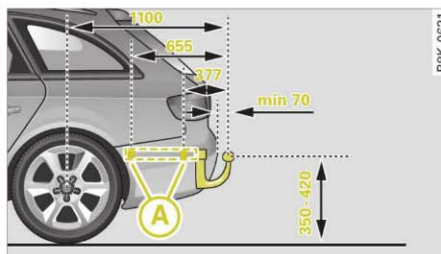
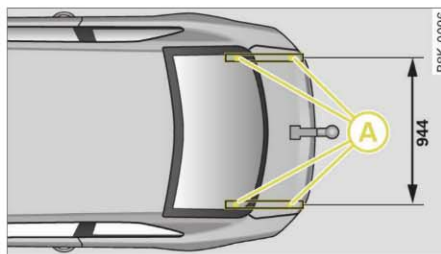

Fig. 212 Amplasarea punctelor de fixare, imagine din lateral
Fig. 213 Amplasarea punctelor de fixare, imagine de sus
Punctele de fixare, marcate în imagini ⇒ fig. 212 și ⇒ fig. 213 cu ⑨, se găsesc în partea de jos a autovehiculului.